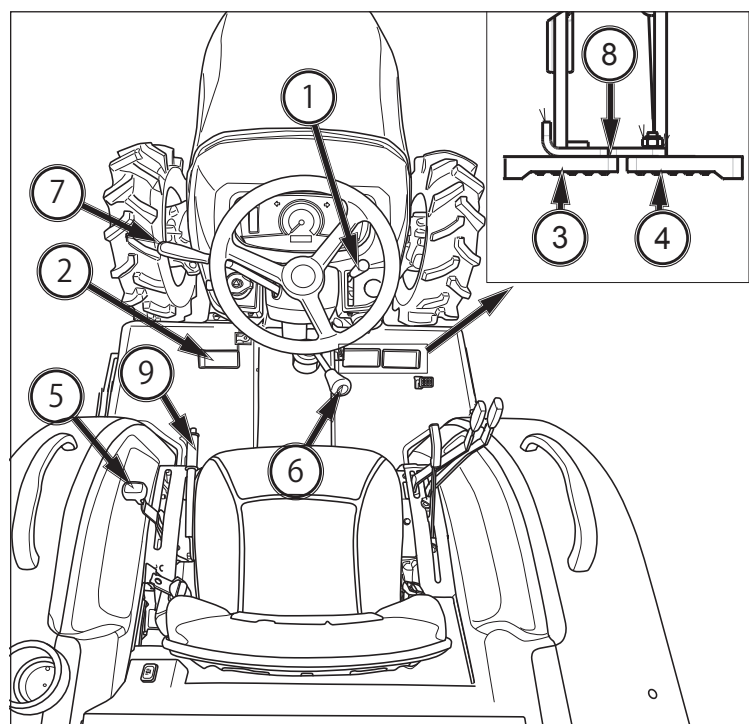

FIG. 65
FIG. 65 : pour arrêter le tracteur, déplacez le levier d'accélération à main (1) vers l'arrière pour réduire le régime moteur et la vitesse de déplacement. Enfoncez la pédale d'embrayage (2) et les pédales de frein (3) et (4) pour arrêter. Amenez le levier de changement de gamme de vitesses (5), le levier principal de changement de vitesse (6) et le levier de sens de marche (7) en position Neutre.